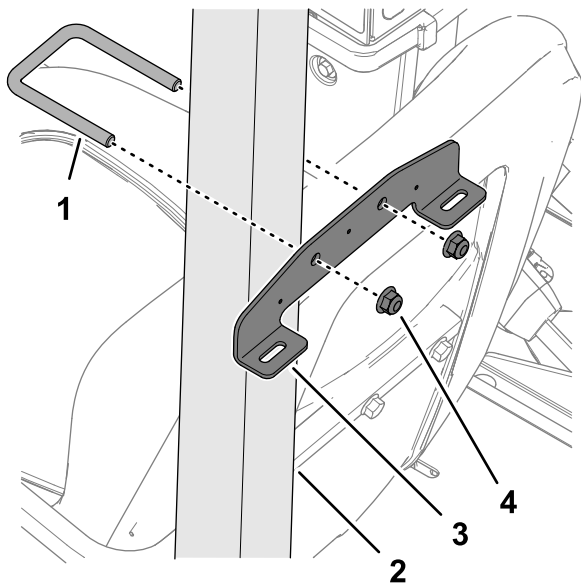

Figura 23
2. Instale el soporte de montaje en el tubo de la barra antivuelco (Figura 23) con un perno en U y 2 contratuerzas con arandela prensada ($\frac{3}{8}$ "